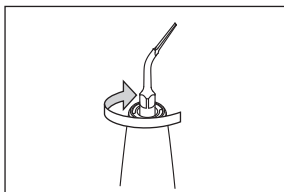

Fig. 1
- 1) Per prima cosa avvitare a mano la punta nel manipolo fino a quando è serrata saldamente (Fig. 1).